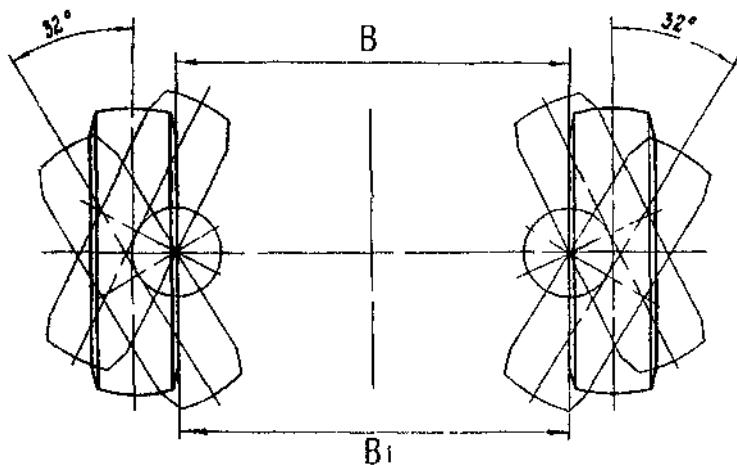

Рис. 54. Установка управляемых колес
Регулирование схождения передних колес. Схождение передних колес проверяйте при номинальном давлении воздуха в шинах замером разности расстояний B_1 и B (рис. 54) по бортам ободьев колес. Порядок проверки:
- раздвижной линейкой замерьте расстояние B_1 между бортами ободьев колес в задней части на уровне центров колес, и отметьте места замеров. Перекатите автомобиль, чтобы отмеченные точки оказались впереди, и замерьте расстояние B . Спереди расстояние должно быть на 1-3 мм меньше чем сзади. Если разность расстояний B_1 и B выходит за вышеуказанные пределы, то регулируйте схождение колес изменением длины поперечной рулевой тяги, ослабив затяжку болтов наконечников тяги рулевой трапеции. Отрегулировав схождение, затяните болты наконечников тяги. Углы поворота ограничиваются постоянными нерегулируемыми упорами, величина их указана на рис. 54.